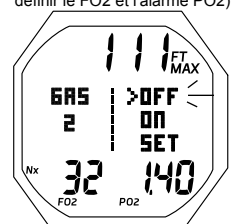

Fig. 31 - RÉGLAGE DU MÉLANGE GAZEUX 2 (identique pour mélanges gazeux 3 et 4)
**RÉGLAGE FO2/PO2 MÉLANGE GAZEUX 2 (3,4)**, paramètres affichés (Fig. 31) :